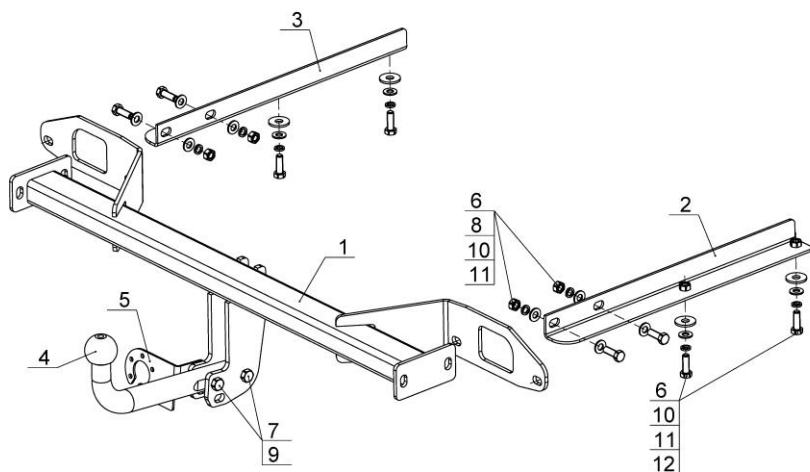

Рис.1.
- Установить ТСУ (рис.1), прикрепив кронштейны с помощью штатных крепежных элементов усилителя бампера;